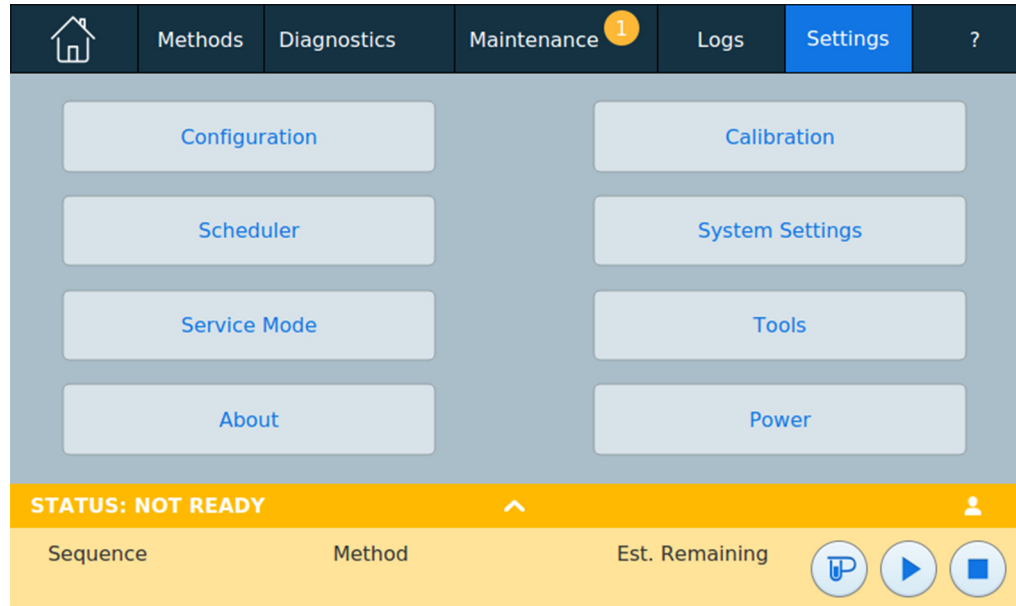

Figure 34 Vue Paramètres
Appuyez sur **Paramètres** sur le ruban de commande de l'écran tactile pour faire apparaître la vue Paramètres. Voir Figure 34.
- 1 Appuyez sur **Paramètres** sur le ruban de commande de l'écran tactile. La vue Paramètres apparaît. Voir Figure 34, page 108.